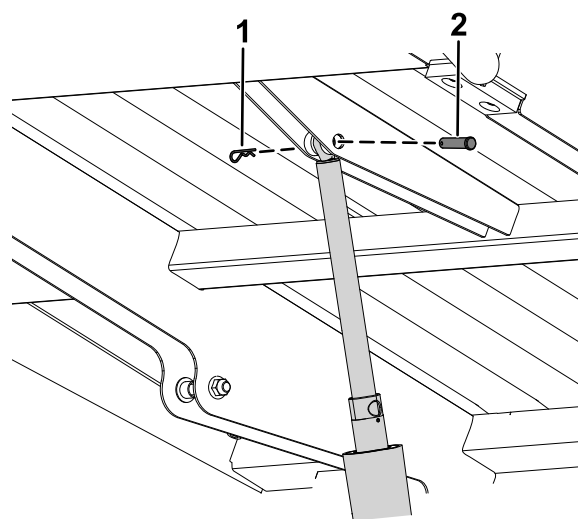

Figura 8
5. Instale a parte estendida do cilindro de elevação para a plataforma de carga utilizando um passador de forquilha e um perno de gancho (Figura 8).